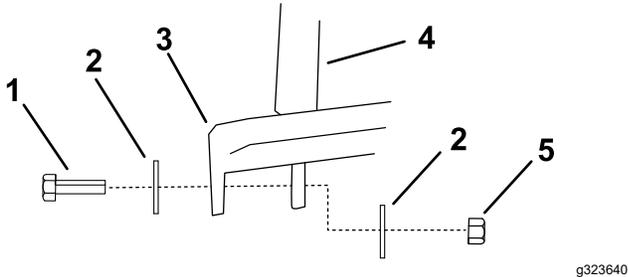

Figure 6
- Montez les 2 tubes latéraux du cadre sur le tube de cadre arrière (Figure 5 et Figure 6).